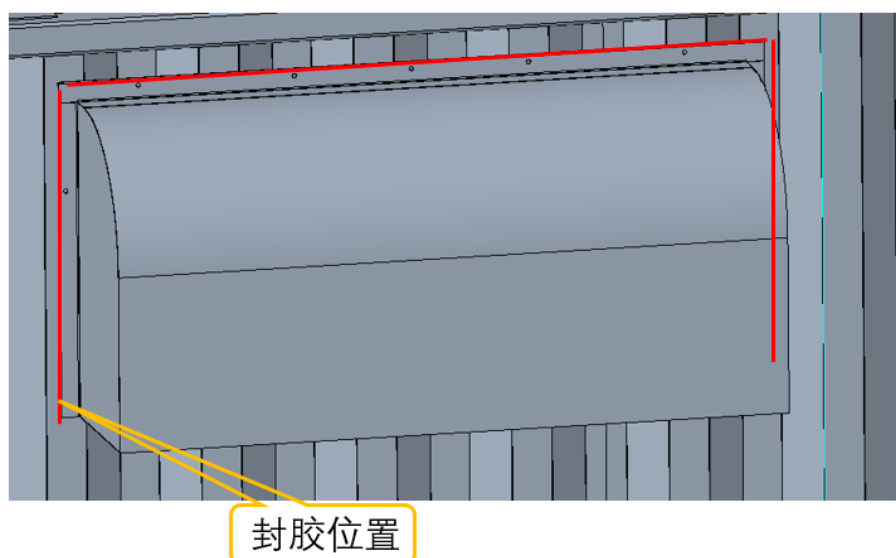

图 6.6 电缆进线孔级防雨布安装位置
- a) 电缆线分别从集装箱两侧进线开孔处接入，接入前需要先安装好防雨罩、防雨布等，为了进一步防止有雨水从连接处渗入集装箱防雨罩后，在防雨罩接缝处应进行封胶处理。安装好防雨罩后，其中电缆线从两个配电柜的顶部接线盒接入，一直延伸到对应铜排处，用螺栓安装固定。具体位置见图 6.6；